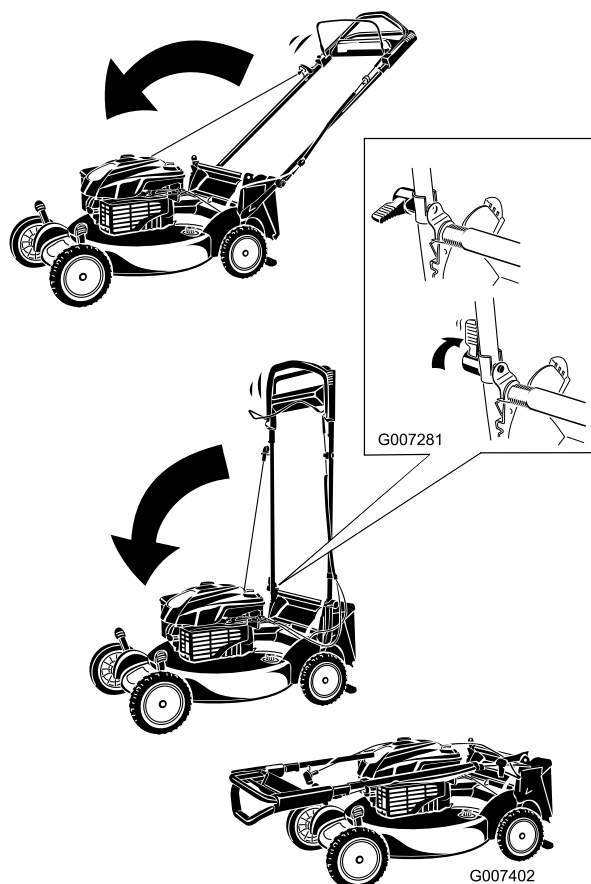

Figure 52
1. Pliez la partie supérieure du guidon en avant (Figure 52).